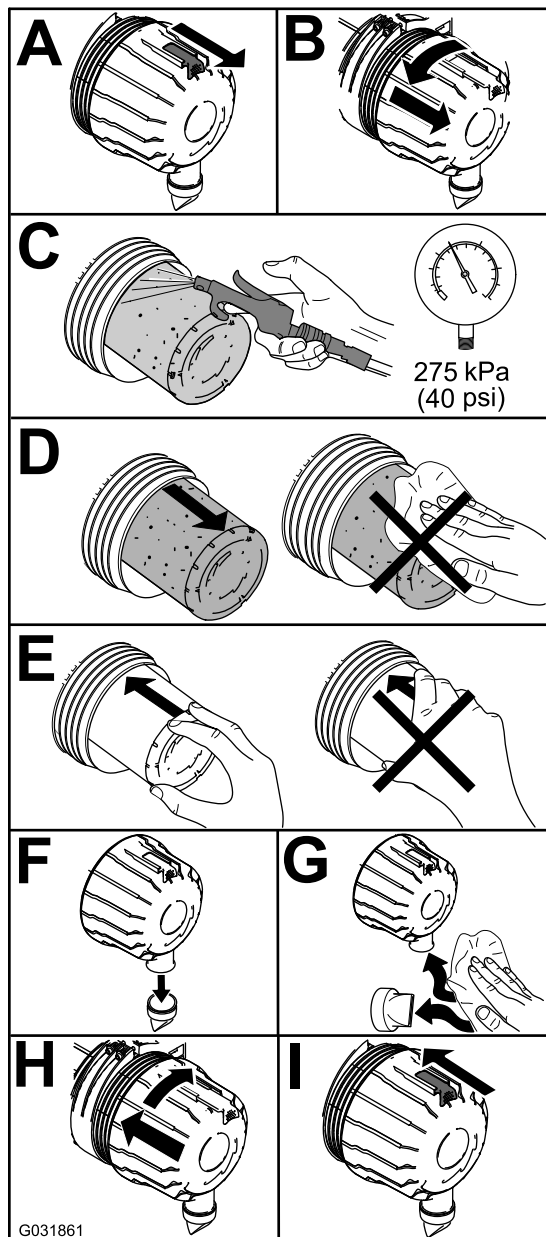

Figura 55
1. Substitua o filtro de ar (Figura 55).